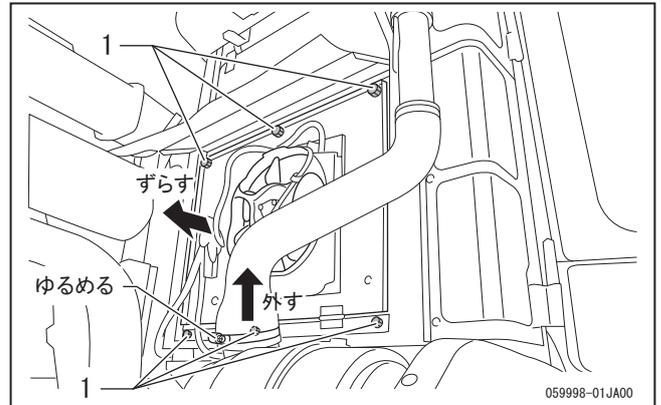

図 4-127
2. キャビン後面のカバーのボルト (1) (6 本) を外して、カバーをコンバイン後方にずらします。(図 4-127)
3. ドライバーシートを倒し、ノブボルト (1) (6 カ所) を外し、後ろカバー C (2) を外します。